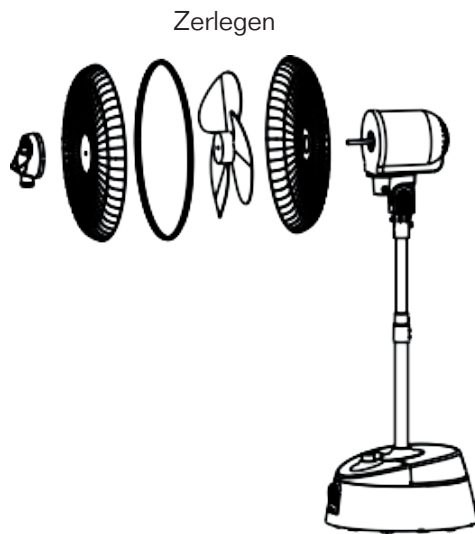

Abbildung 2
- Zerlegen Sie den Lüfter wie in Abbildung 2 gezeigt.